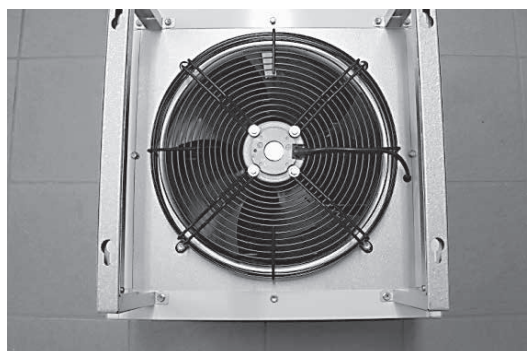

Bild 11
2. Montera konsolerna enl. bild 11.